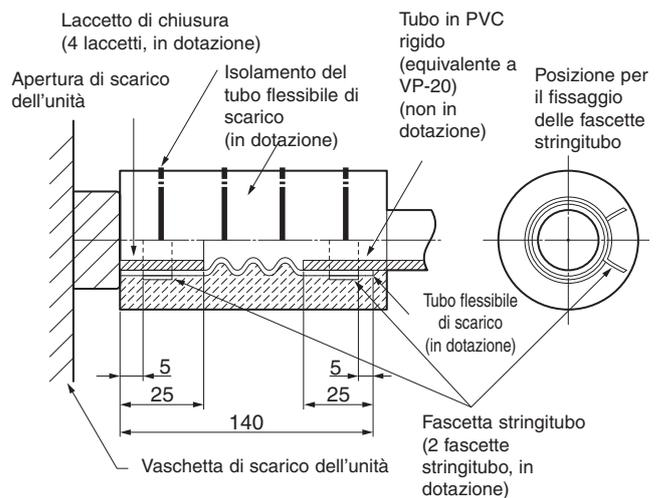

Fig. 3-54
- Collegare in modo che il dispositivo di fissaggio della banda per tubo flessibile si trovi sul lato dell'apertura di scarico. (Fig. 3-54)